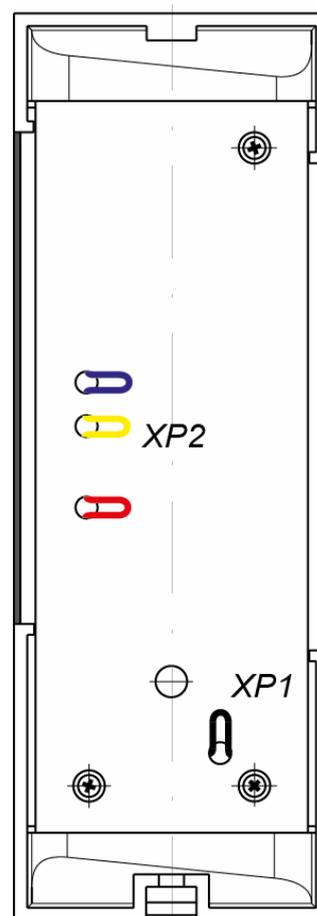

Рисунок 4. Расположение трех перемычек «номер считывателя» (XP2) и перемычки «отключение концевого резистора» (XP1)
Кроме того, на тыльной стороне считывателя расположены четыре перемычки проводом (см. рис. 4):
4. При помощи трех перемычек **XP2** (см. рис. 4) установите номер считывателя, для чего в соответствии с табл. 1 необходимые перемычки перекусите кусачками. Разрезанные перемычки не должны контактировать с другими перемычками и с металлическим основанием.
5. С целью предотвращения искажений сигнала на концах линии связи **RS-485** должны быть установлены концевые резисторы. В считывателе **PERCo-IR03.1** такой резистор предусмотрен конструктивно. Если устанавливаемый считыватель не является конечным устройством на линии связи, то на нем необходимо отключить концевой резистор, для чего перекусите перемычку **XP1** (см. рис. 4). Проверьте наличие концевых резисторов на реальных концах линии связи интерфейса **RS-485**.